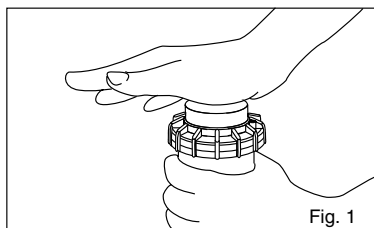

Fig. 1
1. Avec la paume de la main, faire tourner le porte-buse dans le sens inverse des aiguilles d'une montre et l'amener contre la butée gauche pour compléter tout cycle de rotation interrompu (Fig. 1).